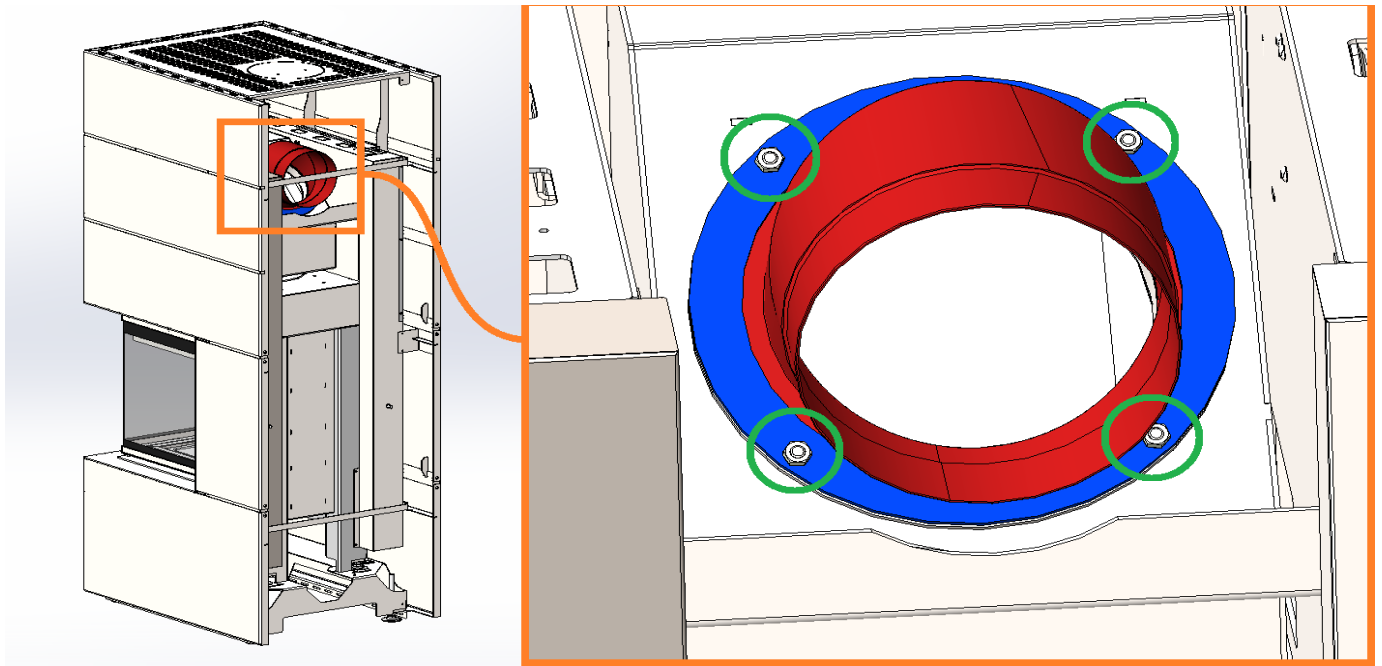

Abbildung 3 Lösen des Rauchrohranschlusses
4. Abbildung 3 Lösen des Rauchrohranschlusses	Seite 5